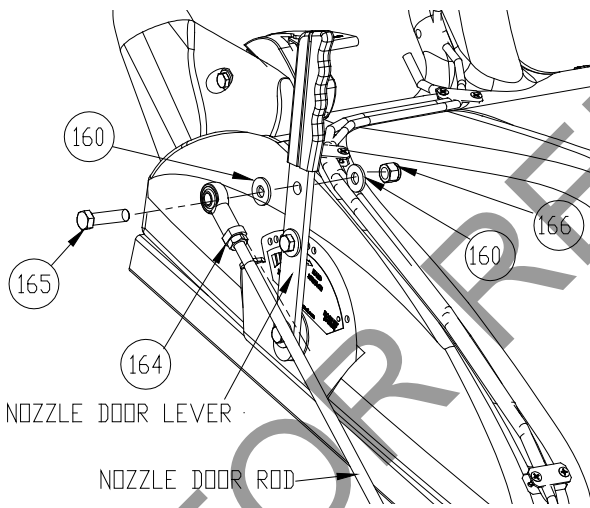

Fig. 5
- Attach rod end to rod (See Fig. 5 next page).